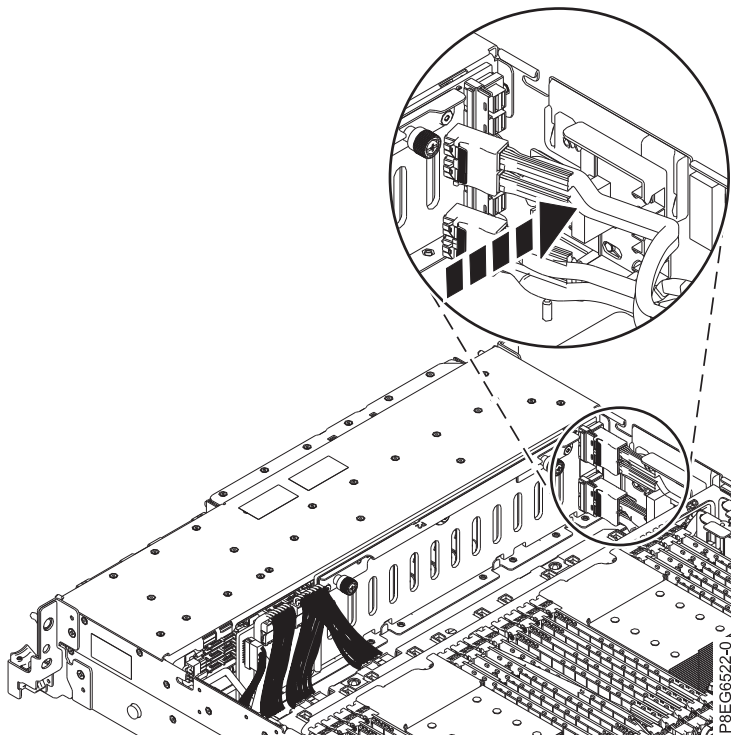

Figura 14. Encaminhamento dos cabos SAS frontais para o bloco de guia
7. Encaminhe os cabos SAS frontais para o bloco de guia na parte lateral do chassis, como demonstrado em Figura 14 na página 16.